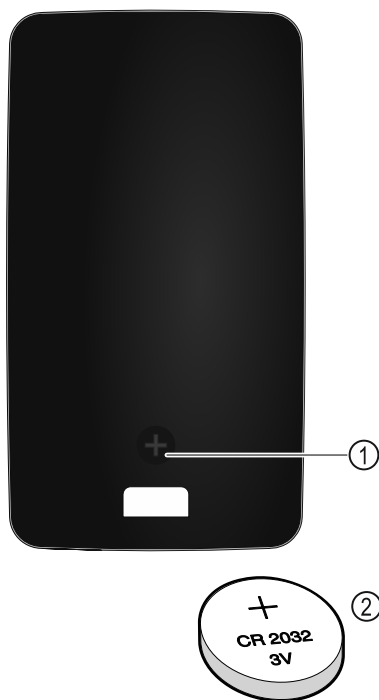

Fig. 230
Opisnu elektroenergijom daljinskog upravljača pruža baterija tipa CR 2032 od 3 V Fig. 230 (2) koja je dostupna u specijaliziranim trgovinama.
- ▶ Odrnite vijak Fig. 230 (1) na stražnjoj strani daljinskog upravljača.